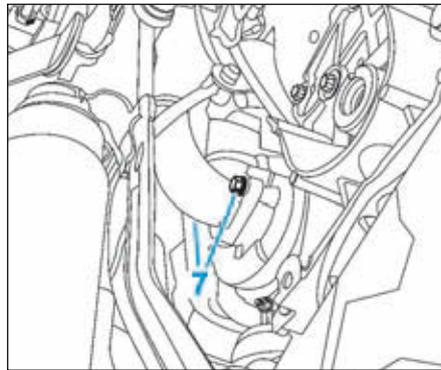

FIG.48
- Déposer les vis du conduit d'alimentation en air du turbocompresseur (7) (Fig.48).